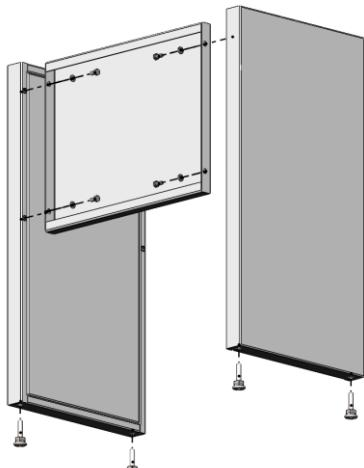

Рис. 1. Сборка каркаса
- 6.1. Установить в боковины каркаса регулируемые опоры (Рис. 1).
- 6.2. Соединить боковины с задней и нижней панелями каркаса, используя болты M8x16, шайбы плоские M8 и предусмотренные заклёпки-гайки M8 (Рис. 1).